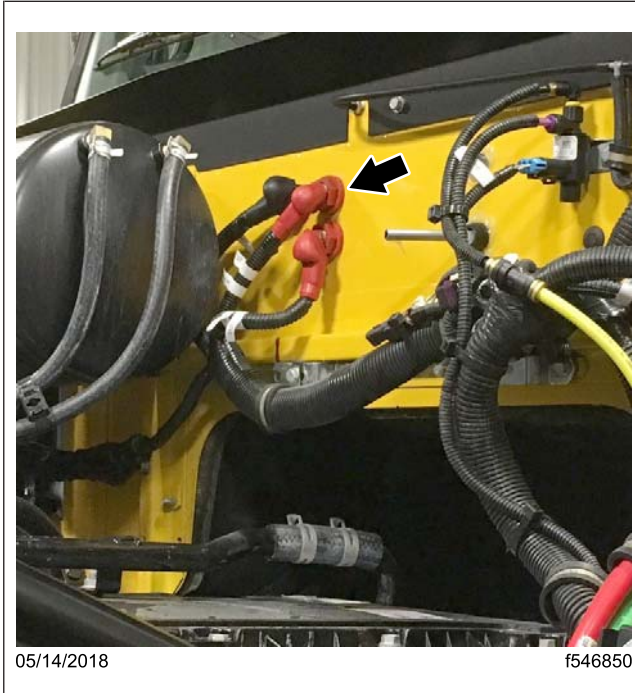
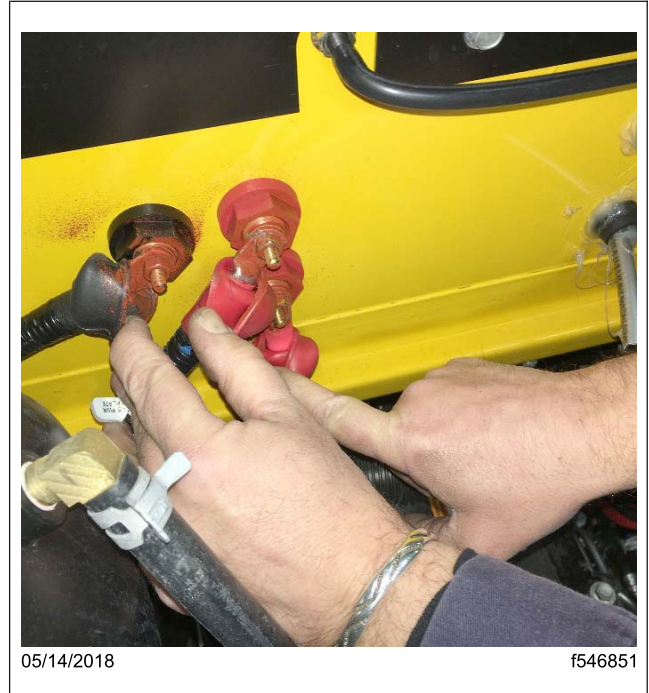
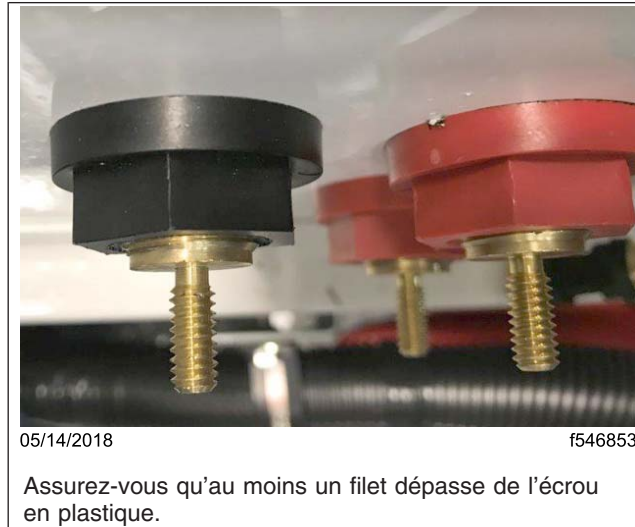

Fig. 1, Emplacement du goujon de câble d'alimentation
Fig. 2, Retrait du capuchon de protection du connecteur
Fig. 4, Presse-étoupe installé correctement
1. Ouvrez le capot et localisez les trois ou quatre connecteurs du goujon de câble d'alimentation sur la partie avant de la caisse. Reportez-vous à la **figure 1**.
2. Retirez les caches des connecteurs du goujon de câble d'alimentation. Reportez-vous à la **figure 2**. Inspectez chaque goujon de câble d'alimentation pour vous assurer qu'au moins un filet dépasse de l'écrou en plastique. Reportez-vous à la **figure 3** et à la **figure 4**.
2. Si vous ne l'avez pas encore fait, ouvrez le capot et repérez les trois ou quatre connecteurs du goujon de câble d'alimentation situés sur la partie avant de la caisse, puis retirez le capuchon du connecteur du goujon de câble d'alimentation. Reportez-vous à la figure 1 et à la figure 2.